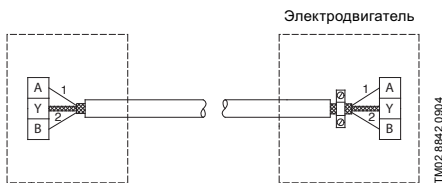

Рис. 12 Подключение 2-жильного экранированного кабеля
- Если при установке старого насоса применялся экранированный 2-жильный кабель, подключение выполняют, как показано на рис. 12.